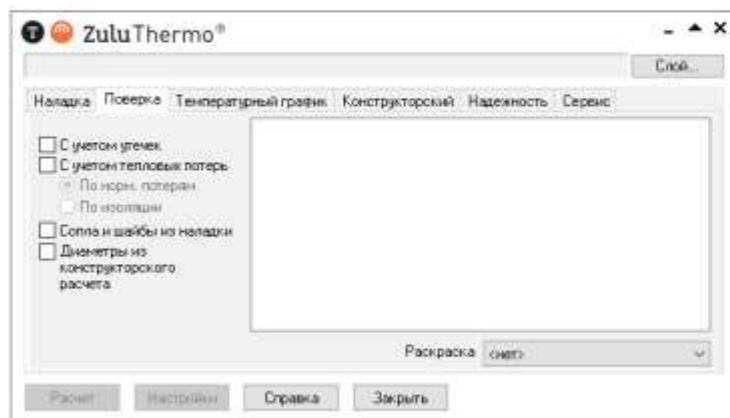

Рисунок 19.4. Окно теплогидравлических расчетов ZuluThermo
1. Выберите команду главного меню **Задачи ZuluThermo** или нажмите кнопку  панели инструментов. На экране появится окно теплогидравлических расчетов (Рисунок 19.4. «Окно теплогидравлических расчетов ZuluThermo»).